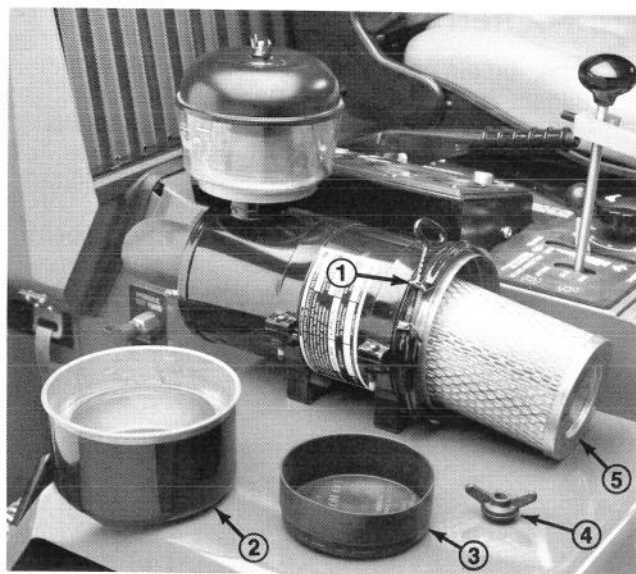

Bild 33
2. **Filterservice (Bild 33)** – Die Warnleuchte oder das Warntonsignal zeigen an, wenn der Filter verstopft ist. Eine schwache Motorleistung, ein zu hoher Ölverbrauch und rußiger Auspuffqualm können andeuten, daß der Filter gewartet werden muß. Den Luftfilter alle 200 Betriebsstunden oder, unter staubigen und schmutzigen Bedingungen, häufiger reinigen. Den Filter alle sechs Wartungen (800 Stunden) oder jährlich auswechseln, je nachdem, welcher Zeitpunkt zuerst auftritt.